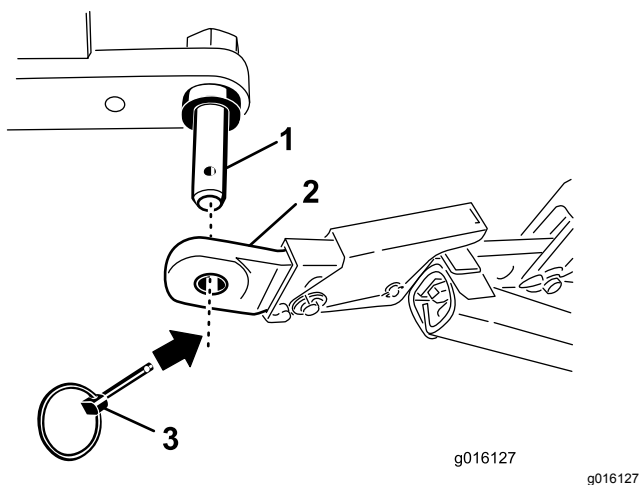

Figura 3
4. Fissate i bracci di attacco inferiori ai perni di montaggio dell'arieggiatore con le coppie ad anello (Figura 3).